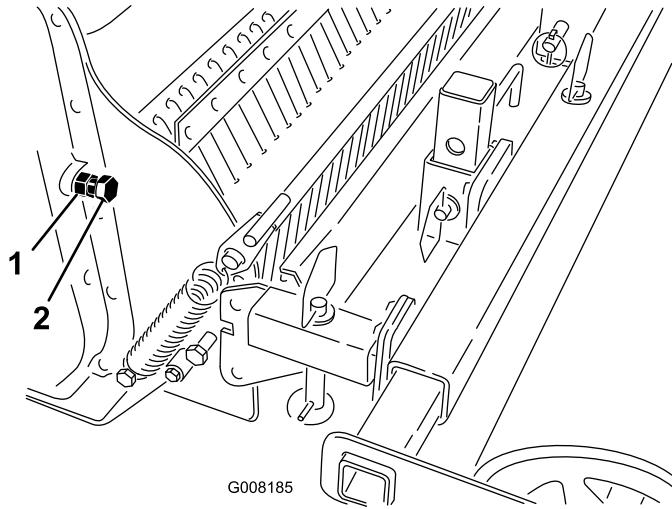

Figura 11
2. Afloje la contratuerca del tornillo de ajuste de la cadena (Figura 11).
3. Enrosque el tornillo a mano hasta que note resistencia (Figura 11).